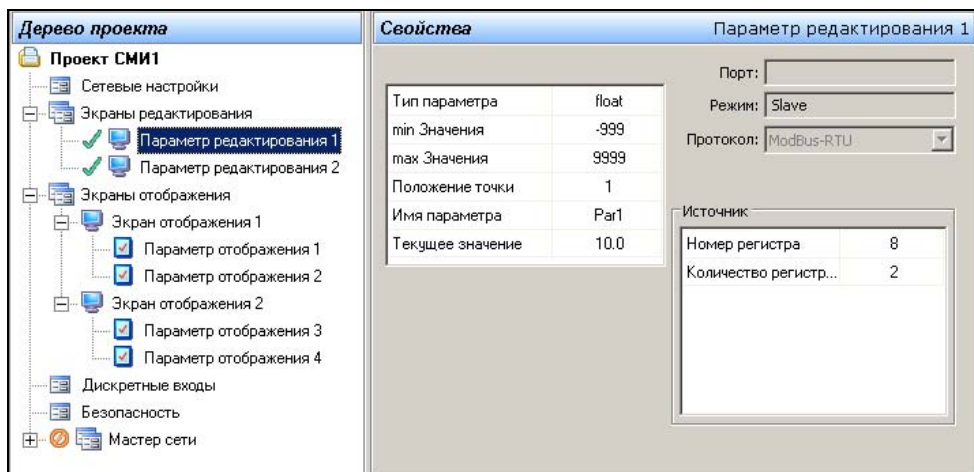

Рисунок 5.4. Задание свойств экрана редактирования
4. Для задания значений свойств «Параметра редактирования» следует в «Дереве проекта» выбрать требуемый «Параметр редактирования N» и в области «Свойства» задать требуемые значения его свойств (см. рисунок 5.4).